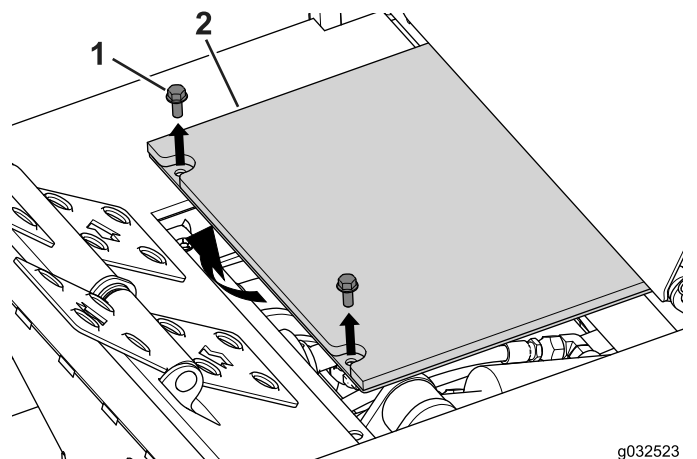

図 78
1. 運転台を機体に固定しているボルト2本を外して PTO接続部へのアクセスを確保する 図 78。
5. 先ほど外したボルト $\frac{5}{16}$ " x $\frac{3}{4}$ "2本を使って、運転台を冬用フレームに固定する 図 78。